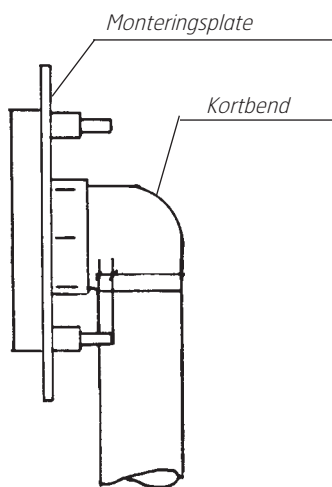

Fig. 7
**NB!** Ved 3" vegg skal kortbendets ende merket 3" inn på monteringsplaten og tilsvarende motsatt ende ved 4" vegg (Fig. 7).